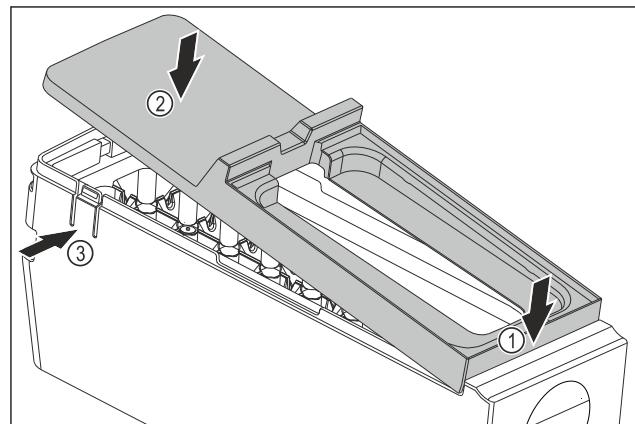

Fig. 77
- Montáž krytu korpusu EasyTwist-Ice: Kryt nasadťte vpred. Fig. 77 (1)
- Kryt spusťte dozadu. Fig. 77 (2)
- Kryt počuteľne zapadne od oboch strmeňov Fig. 77 (3).